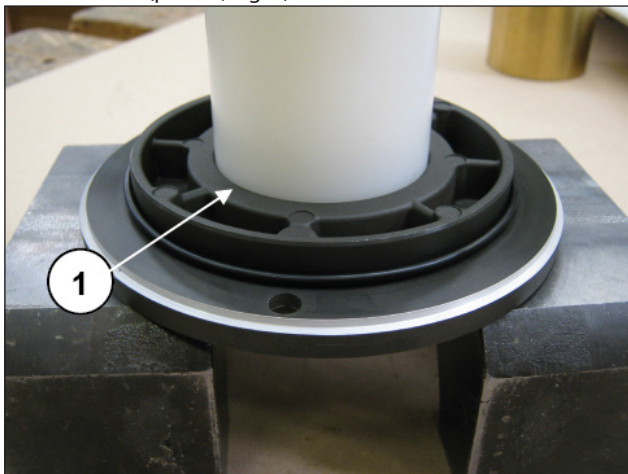
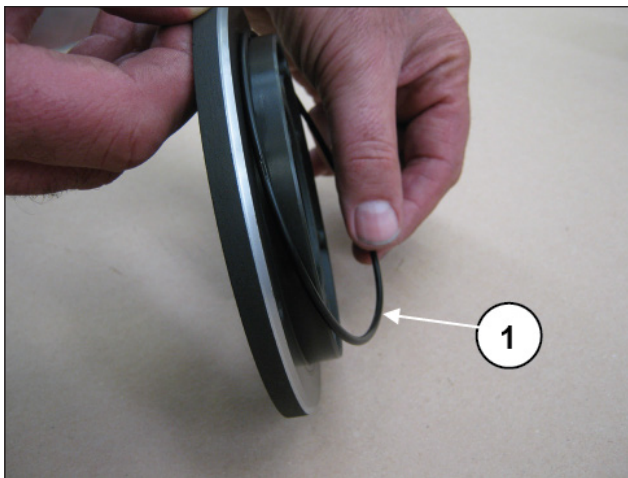

Fig. 5
Fig. 6
Extraer la anilla de retención radial (pos. ①, Fig. 5) y la junta tórica externa (pos. ①, Fig. 6).